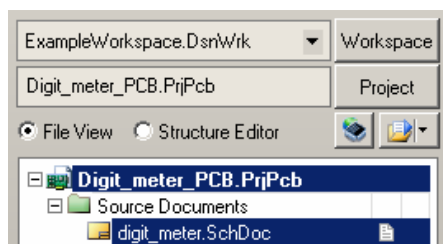

图 2.131 “Projects”工作面板上显示的项目结构
(7) 在“Save [Sheet1.SchDoc] As...”对话框的“文件名”编辑框中输入“digit_meter”，单击“保存”按钮，将原理图文件另存为“digit_meter.SchDoc”。
(8) 在“Projects”工作面板上选择“PCB_Project1.PrjPcb”名称，在主菜单中选择“File”->“Save Project”命令，打开“Save [PCB_Project1.PrjPcb] As...”对话框。
(9) 在“Save [PCB_Project1.PrjPcb] As...”对话框的“文件名”编辑框中输入“Digit_meter_PCB”，单击“保存”按钮，将 PCB 项目文件保存为“Digit_meter_PCB.PrjPcb”。
(10) 在主菜单中选择“File”->“Save Workspace As”命令，打开“Save [ExampleWorkspace.DsnWrk] As”对话框，单击保存按钮，保存该工作空间。创建完成后“Projects”工作面板上显示的项目结构如图 2.131 所示。